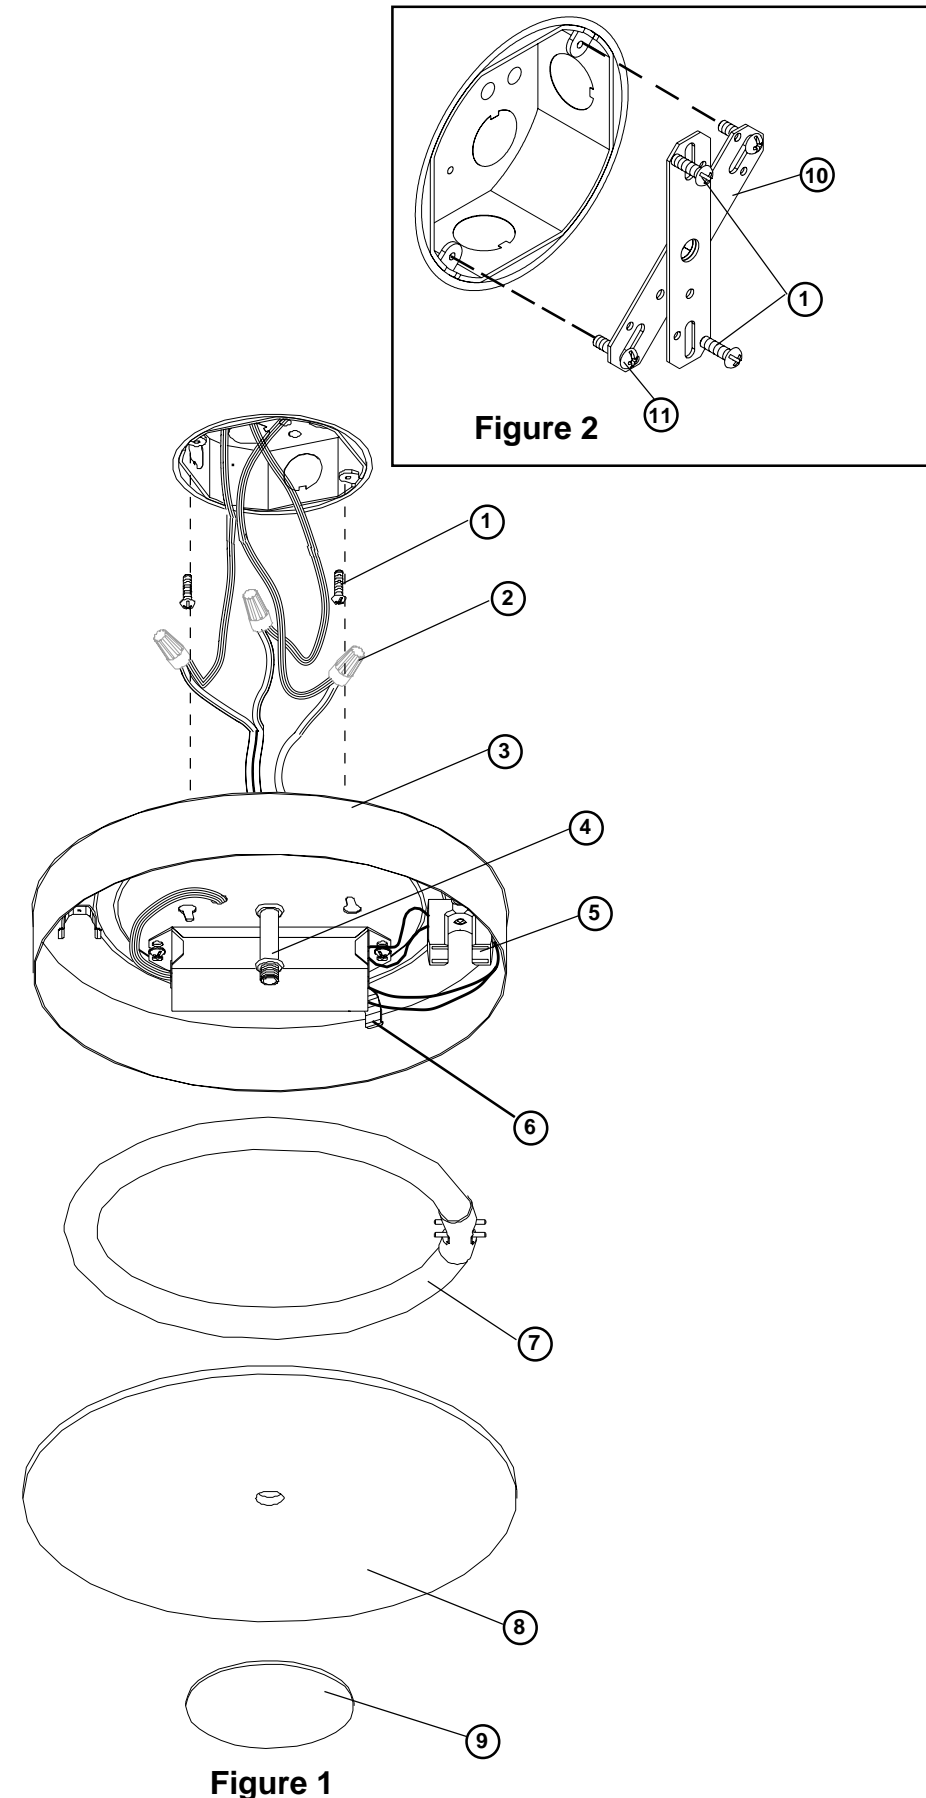

Figure 1
**2. Poser deux vis de 1 po (1)** sur la boîte de jonction. **Note :** *les vis doivent être à la même distance l'une de l'autre que les fentes en trou de serrure au dos du boîtier (3-1/2 po).* Voir la fig. 1. Si l'écart entre les vis de la boîte de jonction n'est pas 3-1/2 po, insérer les vis de 1 po (1) à 3-1/2 po l'une de l'autre sur la traverse (10) et monter la traverse (10) en insérant les vis de 1/2 po (11) par les fentes de la boîte de jonction tel qu'à la fig. 2.
**8.** Le côté blanc face à la lampe, **aligner le diffuseur en verre (8) et le disque décoratif (9) sur la tige filetée (4) et fixer à fond** le disque décoratif sur la tige filetée. Voir la fig. 1.
2. Thread two 1" Screws (1) into junction box. Note: Screws must be the same distance apart as keyholes in back of Housing Assembly (3 1/2"). See Fig. 1. If distance between Screws on junction box is not 3 1/2", insert 1" Screws (1) 3-1/2" apart in Crossbar (10) and mount Crossbar (10) with 1/2" Screws (11) inserted through slots to junction box as shown in Fig. 2.
6. To install Lamp (7), align prongs of Lamp over slots in Socket (5) and carefully press Lamp into socket and Lamp Clips (6).
8. Install Diffuser by aligning Glass Diffuser (8) (with white side facing towards Lamps), and Decorative Disk (9) over Nipple (4) and secure by threading Decorative Disk onto Nipple. See Fig. 1.
2. Atornille dos Tornillos de 1" (1) a la caja de ensambladura. NOTA: los tornillos deben estar a la misma distancia aparte que los keyholes en la parte trasera de la ensambladura de la carcasa (3-1/2"). Vea Fig. 1. Si la distancia entre tornillos en la caja de ensambladura no es de 3-1/2", inserte Tornillos de 1" (1) 3-1/2" aparte en barra transversal (10) y monte la barra transversal (10) con tornillos de 1/2" (11) insertados a través de las ranuras a la caja de ensambladura como mostrado en la Fig. 2.
6. Para instalar Lámpara (7), alinee las horquillas de la lámpara sobre las ranuras en el enchufe (5) y con cuidado presione la lámpara en el enchufe y las grapas de lámpara (6).
8. Con el lado blanco mirando hacia la lámpara, alinee el Difusor de Cristal (8), y Disco Decorativo (9) sobre la Entrerrosca (4) y asegure roscando el Disco Decorativo a la Entrerrosca. Vea Fig. 1.